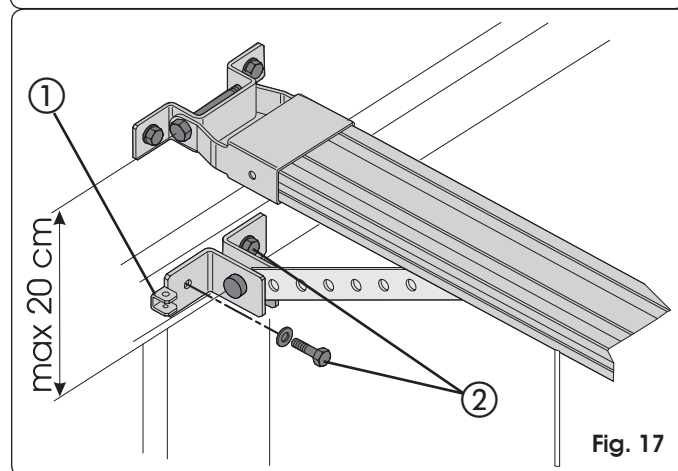
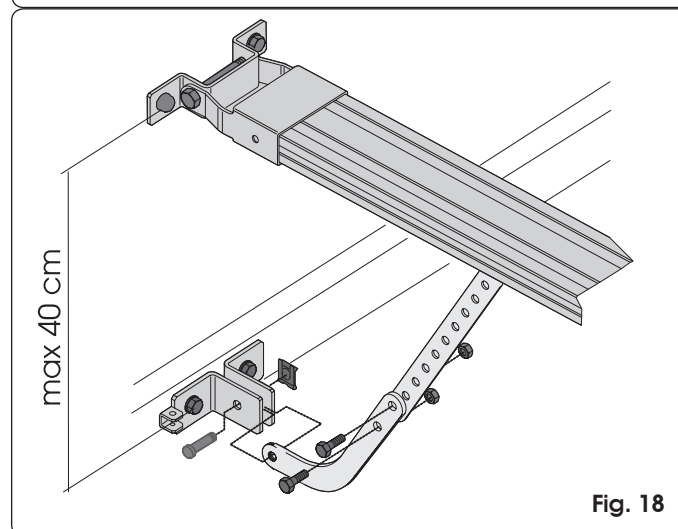

Fig. 17
Fig. 18
Posizionare l'attacco sulla porta in modo che il passante del cavetto di sblocco si trovi rivolto verso il lato sinistro della porta (rif. ① Fig. 17).
- 4) Controllare che la distanza tra gli interassi dei fori di fissaggio dell'attacco anteriore e dell'attacco sulla porta non sia superiore a 20 cm (Fig. 17). Per un corretto funzionamento dell'automazione, si consiglia di evitare inclinazioni del braccetto superiori a 30° rispetto alla guida di scorrimento. Se si utilizza il braccetto curvo per porte sezionali (opzionale) eseguire l'assemblaggio con il braccetto dritto del carrello come indicato in Fig. 18. Per migliorare l'efficienza del sistema antischiacciamento, si consiglia di fissare l'attacco sulla porta sezionale il più in basso possibile, senza superare però la distanza di 40 cm dall'attacco anteriore dell'operatore.
- 5) Tracciare, forare e fissare l'attacco alla porta, tramite le viti (rif. ② Fig. 17) **NON** fornite a corredo.